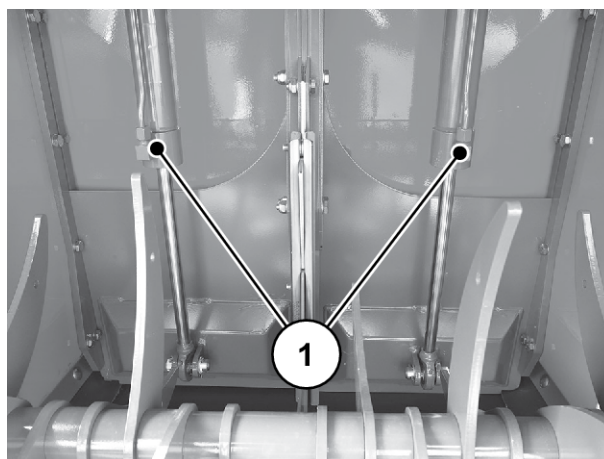

Fig. 89: Cilindri hidraulici glistoare de pre-dozare
- cilindri hidraulici ai glisoarelor de pre-dozare, Fig. 89 *Cilindri hidraulici glisoare de pre-dozare*